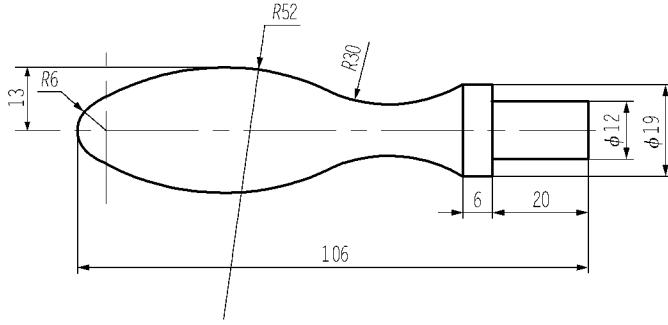

图 2-32 手柄
使用构造线、直线、圆、矩形等命令, 绘制如图 2-32 所示的手柄, 通过练习掌握基本图形元素的绘制方法。
(13)根据图 2-32 所标尺寸,绘制其他直线,然后利用修剪工具修剪图形,结果如图 2-40 所示。